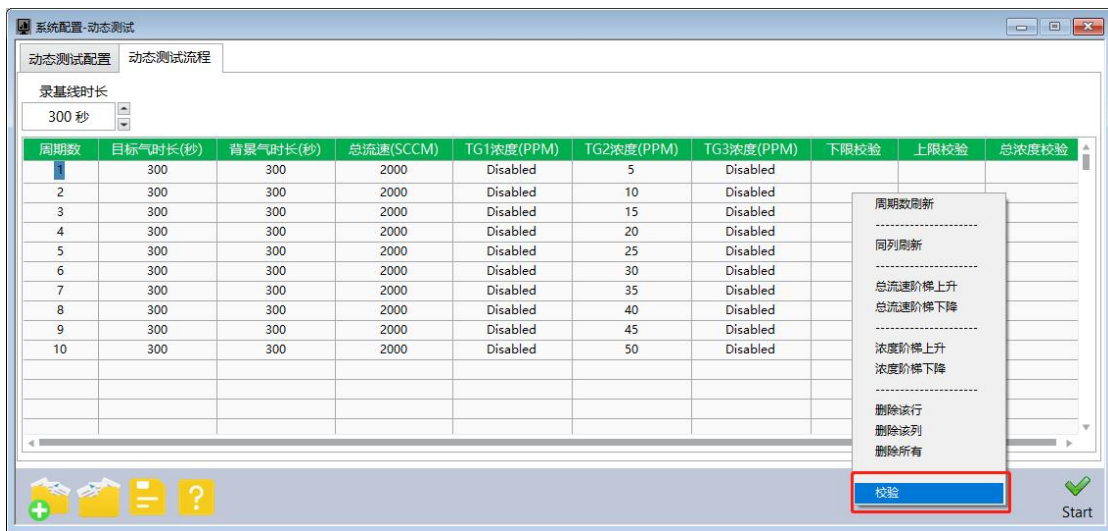
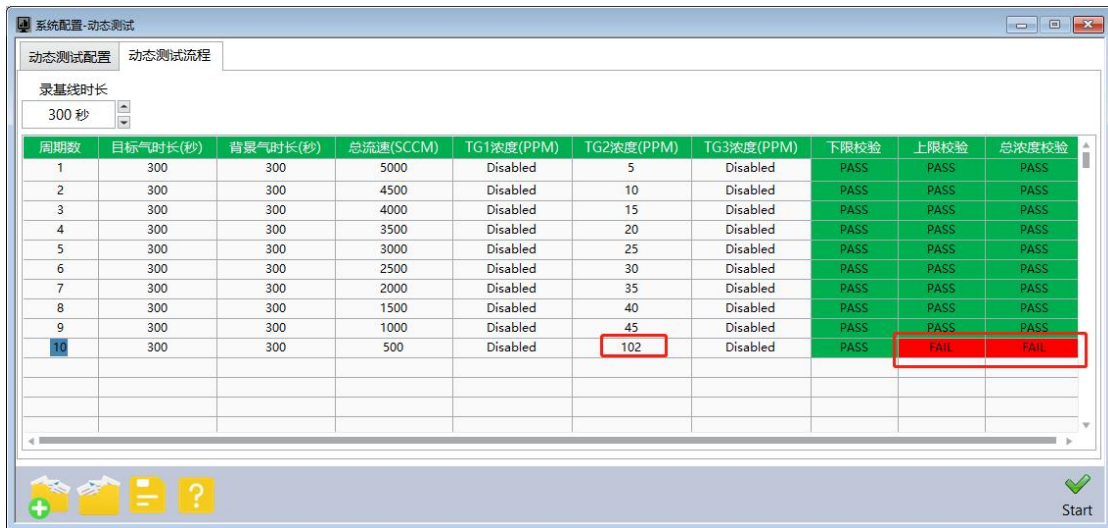

图 15
图 16
2.4.6 全部参数设置完毕后，右键单击表格，在弹出的选项卡中选择“校验”（图 15），若浓度设置满足帮助界面显示的浓度范围，则校验通过，显示绿色“PASS”字符。若浓度范围不在帮助界面显示的浓度范围之内，则显示红色字符“FAIL”，需要修改浓度设置（图 16）。